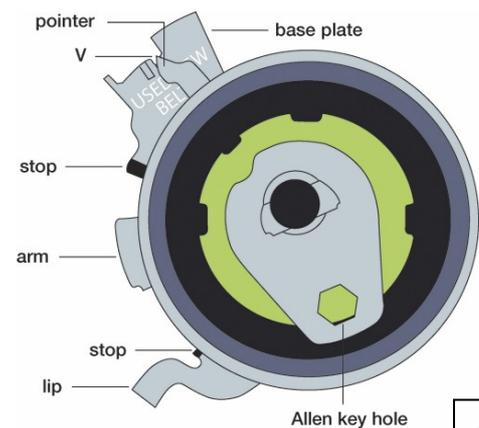

Abb. 3
14. Spannrolle nach rechts drehen, bis Zeiger auf die NEW Markierung an der Grundplatte ausgerichtet ist. **Wichtig:** Innen-Sechskant am Einstell- Exzenter muss sich nahe der 5-Uhr Position befinden (Abb. 3).